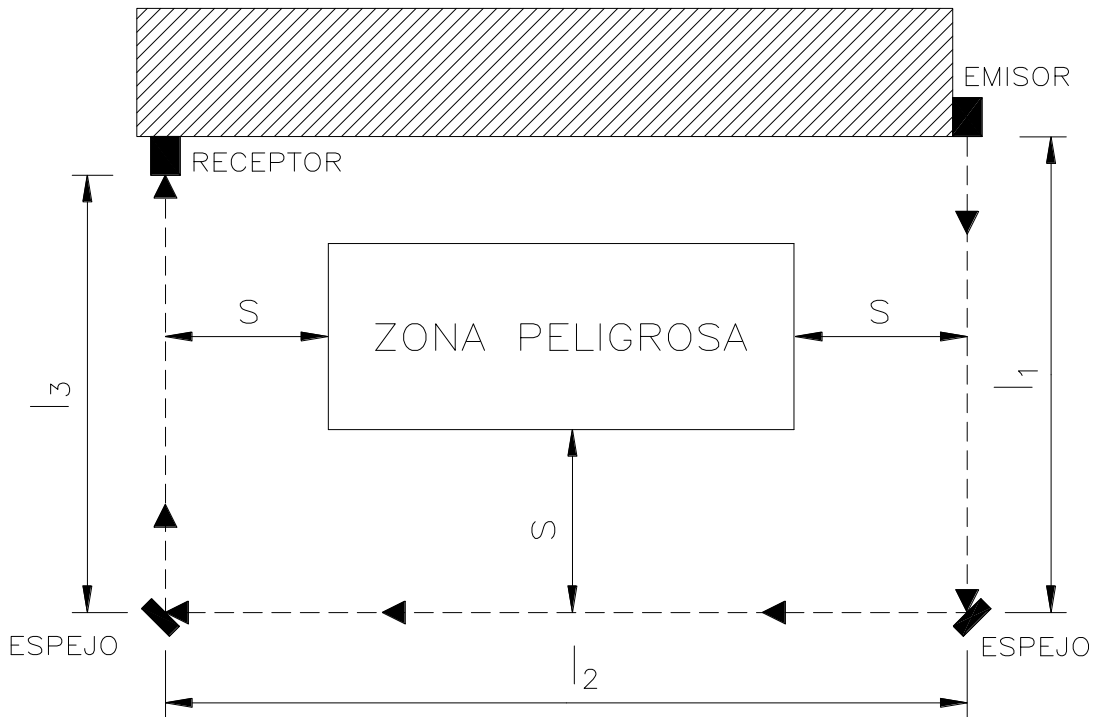

Figura 7 - Espejos de desviación
- Ubicar los espejos de modo tal que la distancia mínima de seguridad S (Figura 7) se respete en cada uno de los lados de acceso a la zona peligrosa.